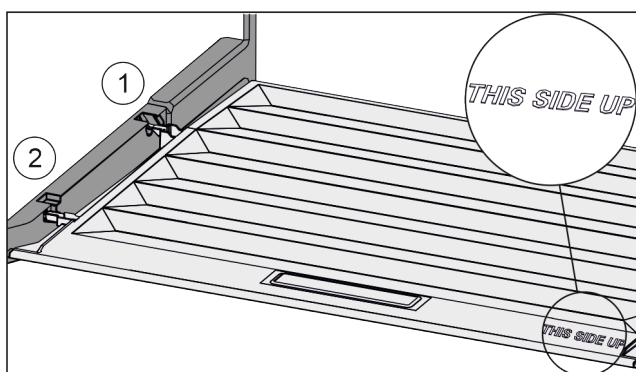

Fig. 132
- Skyv inn dekseltrinn via åpningen til bakre holder Fig. 132 (1) og klikk dem på plass i fremre holder Fig. 132 (2).